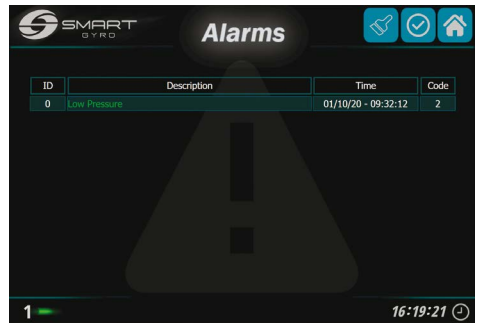

Figura 32
Las alarmas que ya no están presentes en el sistema se pueden eliminar de la lista (Figura 32), presionando el icono del símbolo de pincel (Figura 29, (3)).